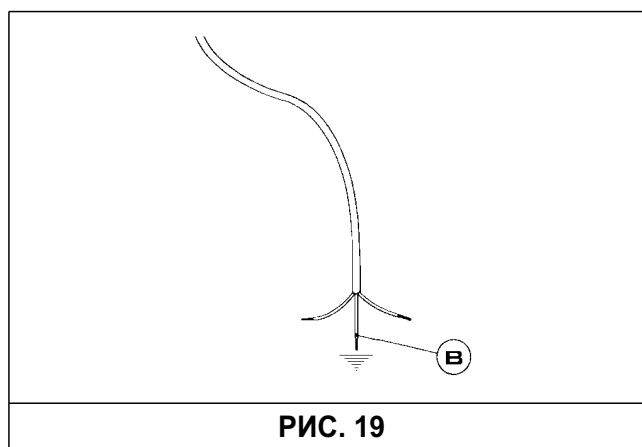

РИС. 19
*В случае замены подводящего кабеля провод заземления следует оставлять длиннее проводов фазы (см. рис. 19), кроме того следует соблюдать правила, приведенные в разделе 8.*